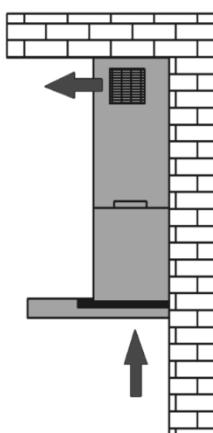

Рис. 7
1) Отвода (рис. 7а) – воздух удаляется из помещения через соединение вытяжки с вентиляционным каналом жестким пластиковым воздуховодом или гофрированным шлангом диаметром 150 мм. И, таким образом, все кухонные испарения, запахи, гарь и копоть, проходя через многоразовые алюминиевые жироулавливающие фильтры, выводятся за пределы помещения. При данном режиме работы нет необходимости устанавливать угольные фильтры. Режим отвода является наиболее эффективным, поскольку вытяжка удаляет все кухонные испарения за пределы кухни в вентиляционную шахту.
2) Рециркуляции (рис. 7б) – внутренняя циркуляция воздуха через угольные фильтры (рис. 6). Вытяжка в данном случае не подключается к вентиляционной шахте и, таким образом, воздух просто прогоняется через вытяжку внутри кухни.